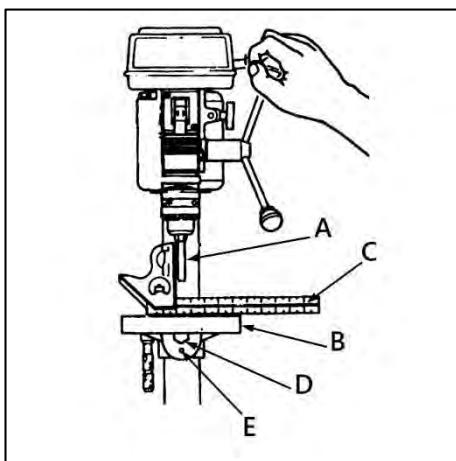

Рисунок 14.
Чтобы использовать рабочий стол в наклонном положении, ослабьте установочный винт (E) (рис. 14) и фиксирующий болт (D) при помощи соответствующего ключа. Наклоните стол на желаемый угол, затяните фиксирующий болт и установочный винт.